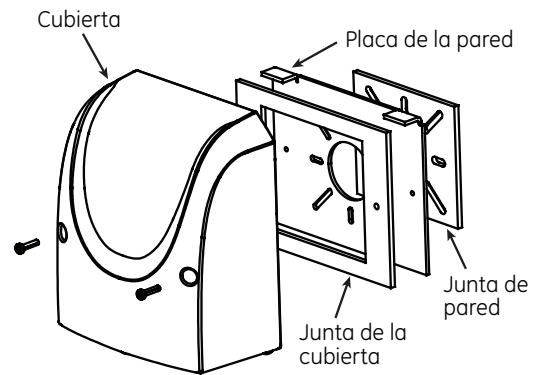

Figura 1: Instalación de la placa de la pared
- Ponga el par de junta anidado a la placa o la caja como se muestra en la figura 1 o 2.
- Para instalaciones de conducto superficial, coloque la caja de montaje y el tirafondos (no se le proporciona) en la superficie de montaje a través de las ranuras ubicadas en la cubierta posterior (figura 1 o 2).